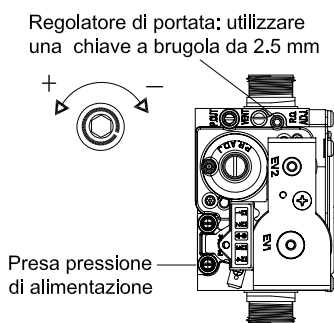

Fig. 26
- 4 - Misurare il livello di CO2 (vedi tabella dei valori di CO2) e regolare se necessario agendo sul regolatore della valvola gas (fig. 26).